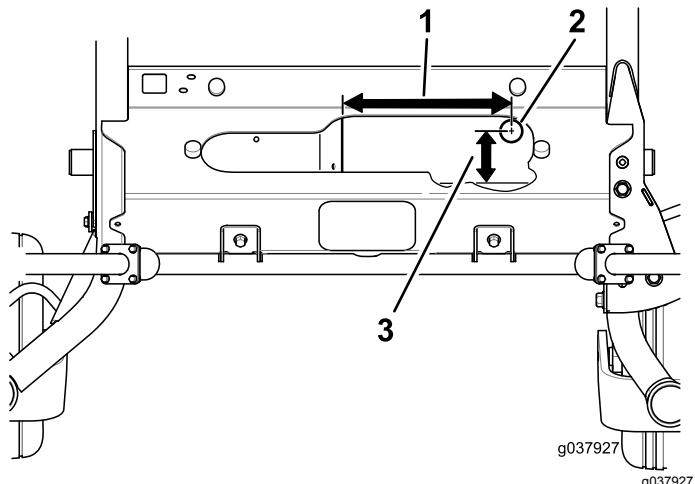

Figura 4
4. Abra os orifícios como se mostra na Figura 4.